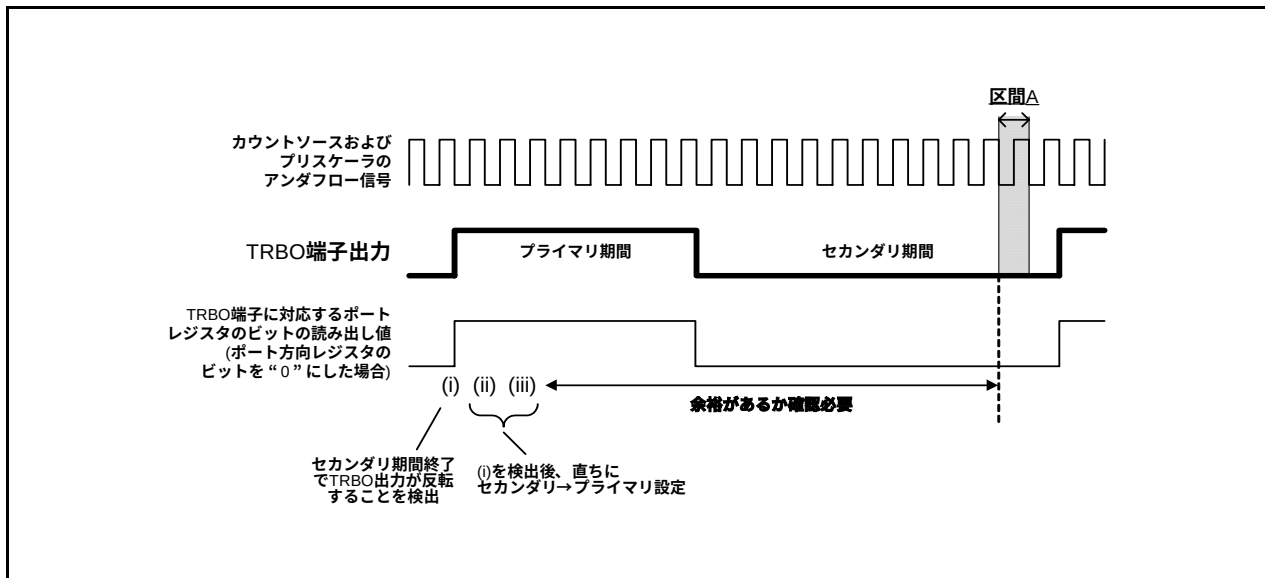

図21.3 対策例(b)のTRBO端子出力値を読む例
- (1) カウント中(TCSTFビットが“1”)にTRBPRESレジスタ、TRBPRレジスタに書き込む場合は、下記の点に注意してください。
- (2) カウント中(TCSTFビットが“1”)にTRBSCレジスタ、TRBPRレジスタを変更する場合は、タイマRB割り込み等でTRBO出力周期に対して同期を取り、同一出力周期内で一度だけ行うようにしてください。また、図21.2および図21.3の区間Aで、TRBPRレジスタへの書き込みが発生しないことを確認してください。
図21.3に示すようにTRBO端子の出力レベルからプライマリ期間の開始を検出し、プライマリ期間の開始直後に、TRBSCレジスタ、TRBPRレジスタへ書き込んでください。書き込みは区間Aまでに終了させてください。なお、TRBO端子に対応するポート方向レジスタのビットを“0”(入力モード)に設定し、ポートレジスタのビットの値を読むと、読んだ値はTRBO端子の出力値になります。